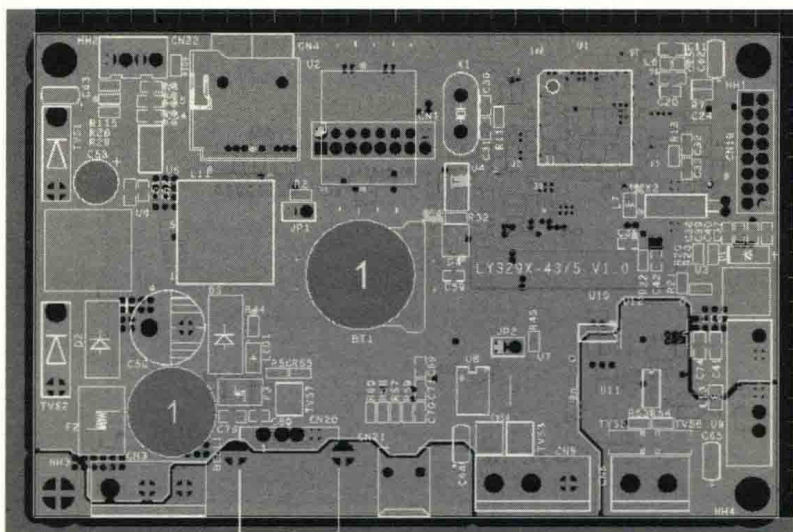

图 11-104 DXF 文件转换成 PCB 效果图
(3) 至此，转换完成，效果图如图 11-104 所示。检查和修整之后方可使用。